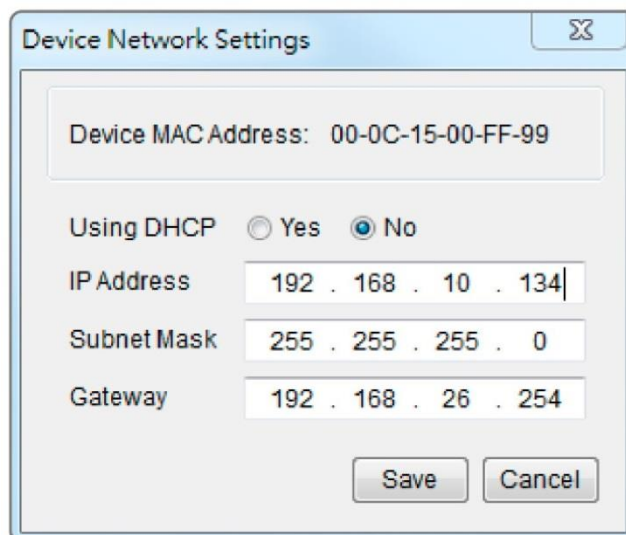

Рис. 2. Окно настройки сети устройства.
5. Доступно изменение IP-адреса, маски подсети и адреса шлюза для MAC-адреса устройства, указанного в окне настройки сети устройства, как показано на рис. 2. Заводской IP-адрес по умолчанию 192.168.20.177, а маска подсети по умолчанию 255.255.255.0.